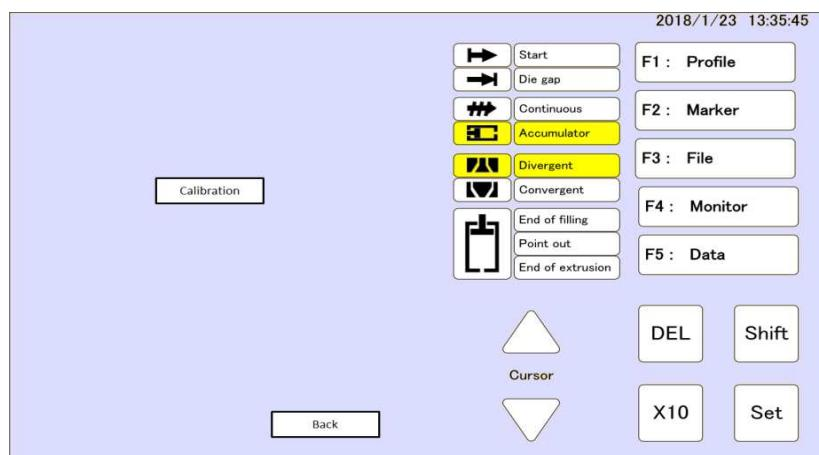

图 1-31 触摸屏校准
**步骤 2：**DigiPack III 将自动重启，并显示如图 1-31 所示的校准屏幕。触摸“校准”按钮。（此时，由于校准信息被重置，可以按下“校准”按钮）
**步骤 4：**如果校准成功，显示将返回图 1-31，重新启动控制器并完成。